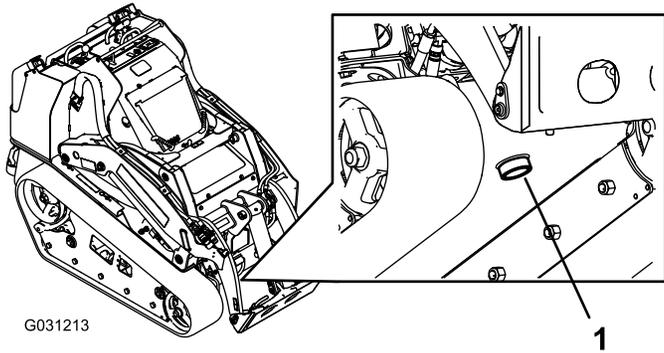

Figura 68
7. Posizionate una grossa bacinella di spurgo della capacità di 57 litri sotto il tappo di spurgo nella parte anteriore della macchina (Figura 68).
8. Togliete il tappo di spurgo e lasciate defluire l'olio nella bacinella (Figura 68).